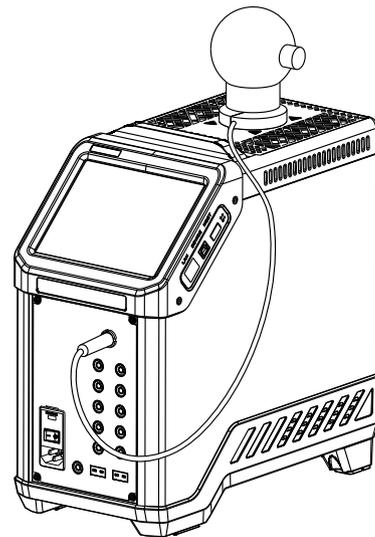

图 5 插入短支温度传感器
4. 将短支ConST600-16C智能温度传感器插入均热块预留的直径 $\phi 3.2$ 的孔中, 插入深度应与待校准温度传感器插入深度一致; 必要时可将ConST600-16C智能温度传感器的线缆放置于均热块上表面的槽中引出; 然后将传感器接头插入干体炉前面板标准通道接口, 见图5;